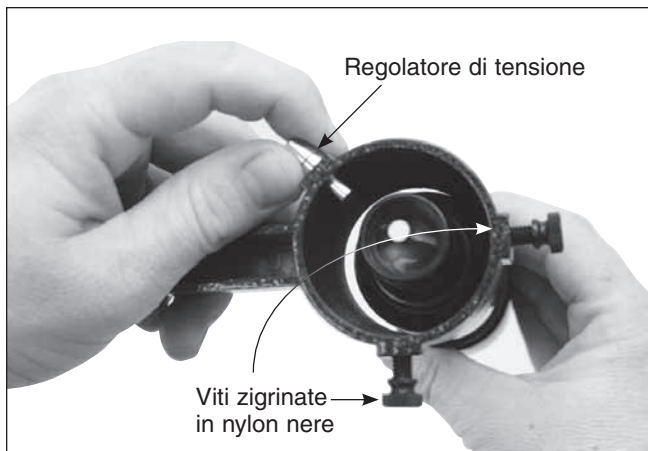

Figura 27. Tirare il regolatore di tensione e fare scorrere il cercatore sul supporto finché l'O-ring non si incastra nel relativo alloggiamento sul supporto.
1. Prima di installare il cercatore nel relativo supporto, rimuovere l'O-ring dal supporto e posizionarlo sul corpo del cercatore, inserendolo nella scanalatura al centro del cercatore. Svitare le viti di allineamento in nylon nere sul supporto finché la punta delle viti è a filo con il diametro interno del supporto. Fare scorrere l'estremità con l'oculare (lato stretto) del cercatore nella parte finale del cilindro del supporto di fronte alle viti di allineamento, mentre con le dita si tira il regolatore di tensione a molla cromato sul supporto (Figura 27). Spingere il cercatore attraverso il supporto fino a inserire l'O-ring appena dentro l'apertura frontale. Rilasciare il regolatore di tensione e serrare le due viti in nylon nere un paio di giri ciascuna per fissare il cercatore in posizione. Le punte delle viti in nylon e del regolatore di tensione devono inserirsi nella scanalatura larga sul corpo del cercatore.